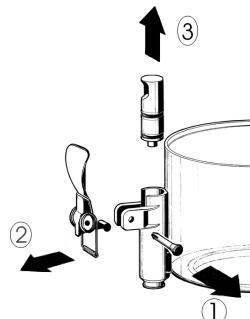

Bild 1
3 Den Hahn in der angegebenen Reihenfolge zerlegen (siehe Abbildung 1).
- 3 Den Hahn an den Behälter anbauen; dabei mit Bezug auf die Zerlegung in der umgekehrten Reihenfolge vorgehen (siehe Abbildung 1).